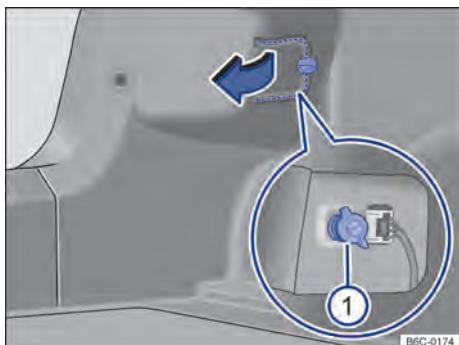

Fig. 132 No compartimento de bagagem: desinstalar cobertura e retirar o parafuso borboleta ① (lupa).
3. Para abrir a cobertura da lanterna, girar a trava → Fig. 132 (seta).
5. Soltar o parafuso borboleta ① (lupa) e retirá-lo, segurando, ao mesmo tempo a lanterna traseira.
6. Puxar cuidadosamente a lanterna traseira para fora, para desencaixá-la da carroceria → ①.
18. Segurar a lanterna traseira na posição de montagem com uma das mãos e apertar o parafuso com a outra o parafuso borboleta → Fig. 132 ①.